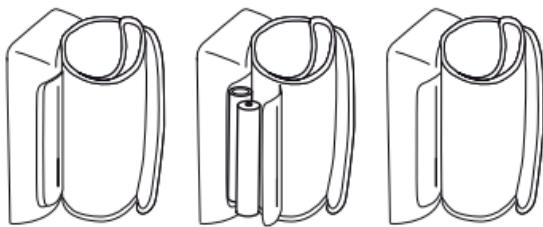

Fig. 1
- Ouvrez le couvercle du compartiment à piles situé sous l'appareil (voir la fig. 1). Insérez les piles (cf. Chapitre 11 « Caractéristiques techniques »). Veillez à faire correspondre les polarités « + » et « - ». Refermez le couvercle du compartiment à piles. **12 h** ou **24 h** clignote sur l'écran. Réglez désormais tel que décrit ci-dessous la date et l'heure.